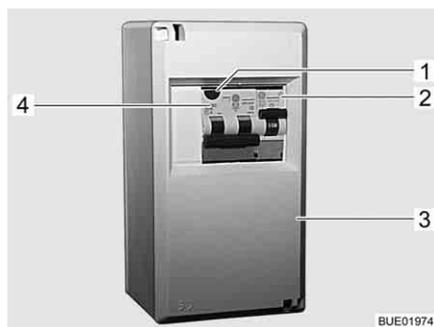

Fig. 174 Scatola dei fusibili a 230 V
Un interruttore di sicurezza per correnti di guasto combinato (Fig. 174,4) nella scatola dei fusibili (Fig. 174,3) protegge l'intero veicolo da correnti di guasto (0,03 A).
In veicoli con accessori opzionali (ad es. impianto di climatizzazione), un ulteriore interruttore di sicurezza (10 A) (Fig. 174,2) protegge l'apparecchio.
- Se il veicolo è collegato all'alimentazione a 230 V, premere il tasto di controllo (Fig. 174,1). L'interruttore di sicurezza per correnti di guasto deve scattare.